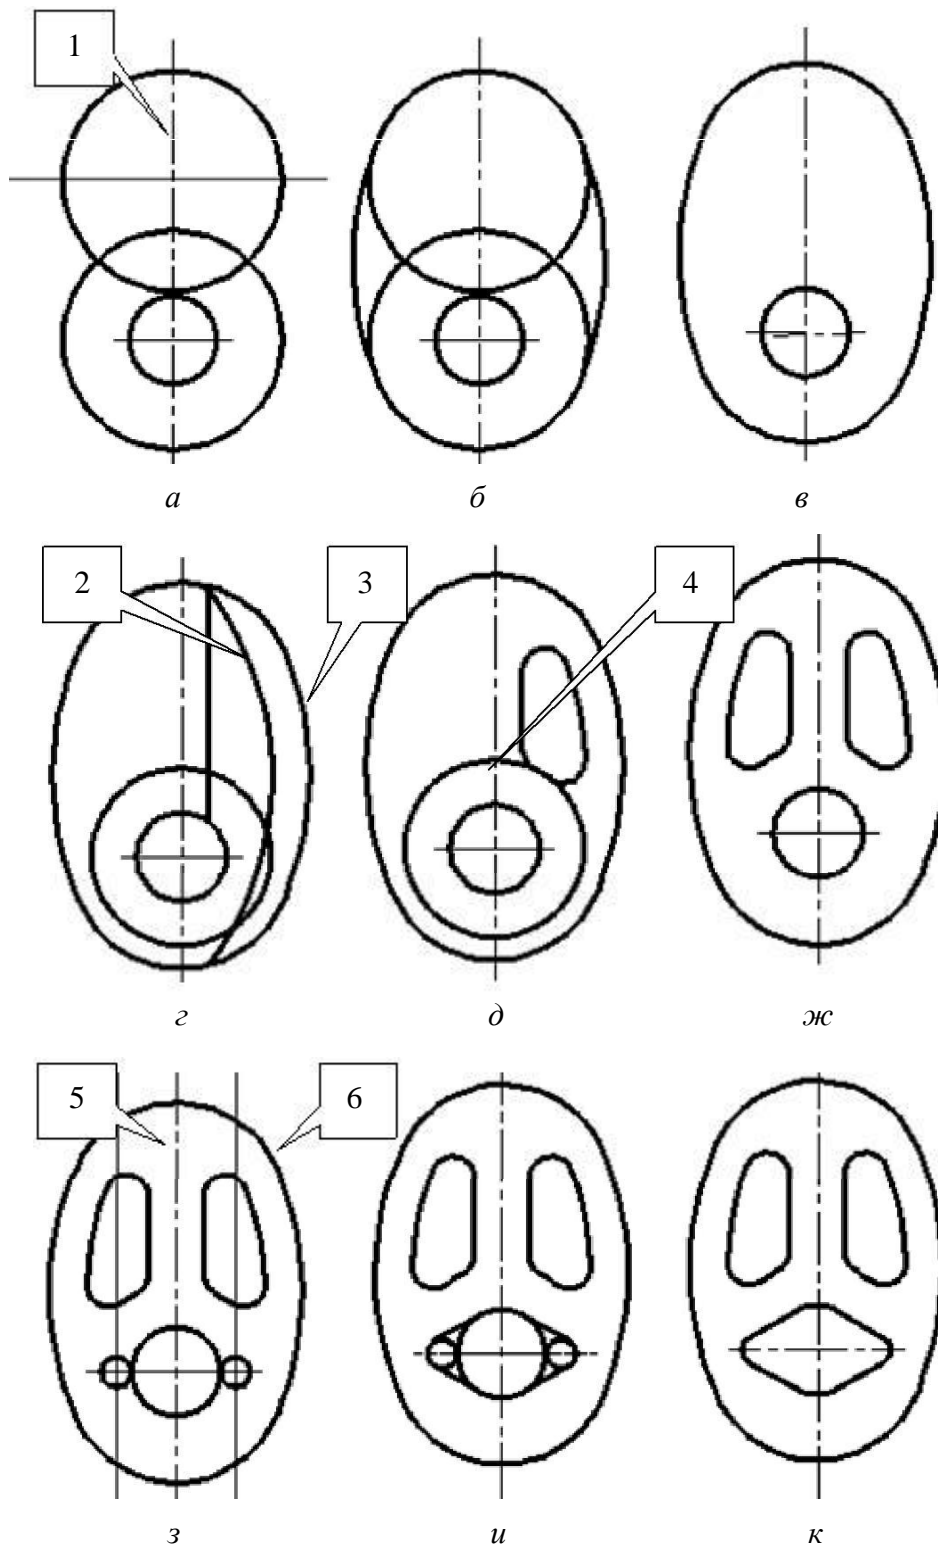

Рис. 3.18. Этапы выполнения изображения плоского контура
- для определения положения центра верхней окружности изобразить вспомогательную горизонтальную линию 1 с использованием команды  и опции **Отступ (Offset)** (рис. 3.18, а);
- изобразить окружности (рис. 3.18, а).
6. Построить внутреннее сопряжение двух окружностей. Использовать команду **Окружность (Circle)** и опцию **ККР (Ttr)** (рис. 3.18, б) .
7. Удалить участки дуг окружностей с использованием команды **Обрезать (Trim)**  (рис. 3.18, в).
8. Выполнить изображение линий 2 и 3. Использовать команду **Смещение (Offset)**  (рис. 3.18, г). Задать расстояние между линиями 10 мм.
9. Изобразить наружное сопряжение с радиусом 5 мм. Использовать команду **Сопряжение (Fillet)**  (рис. 3.18, д).
10. Удалить участок окружности 4 и отразить полученный контур с использованием команды **Зеркальное отражение (Mirror)**  (рис. 3.18, е).
11. Установить текущим слой 0. Для определения положения центров радиусов скруглений изобразить вспомогательные вертикальные линии 5 и 6 с использованием команды  и опции **Отступ (Offset)**. Данные прямые линии располагаются от вертикальной осевой линии на расстоянии 22 мм (рис. 3.18, з). Установить текущим слой **основная**. Изобразить окружности.
12. Установить объектную привязку **Касательная**. Построить касательные прямые к окружностям с использованием команды **Отрезок (Line)**  (рис. 3.18, и).
(рис. 3.18, к).